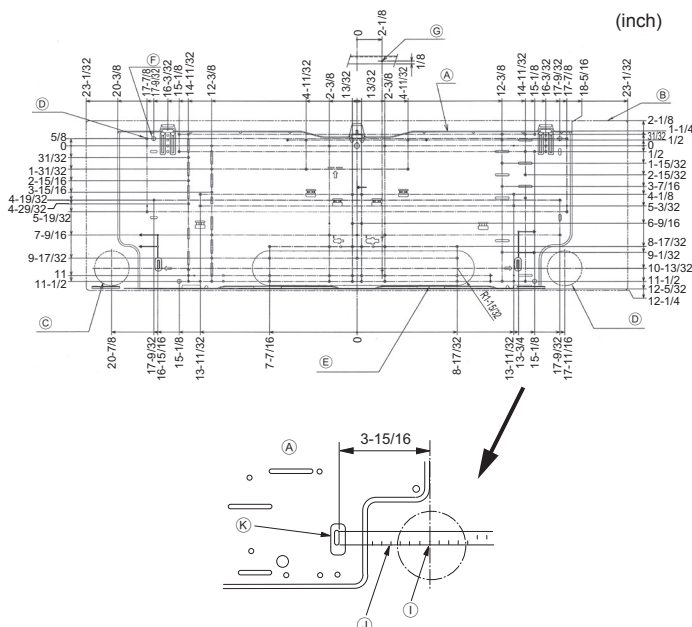
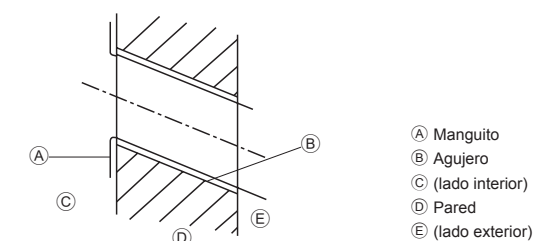

Fig. 3-2
Fig. 3-3
■ PKFY-P-NKMU-E2 (Fig. 3-2)
- (A) Placa de montaje ①
- (B) Unidad interior
- (C) Orificio para tubos en la parte posterior inferior izquierda (ø75-ø80 mm, 2-61/64~3-5/32 inch)
- (D) Orificio para tubos en la parte posterior inferior derecha (ø75-ø80 mm, 2-61/64~3-5/32 inch)
- (E) Orificio ciego para el orificio posterior izquierdo
- (F) Orificio troquelado (orificio de 4-ø9 mm, 23/64 inch)
- (G) Orificio de medición central (orificio de ø2,5 mm, 3/32 inch)
- (H) Orificio roscador (orificio de 75-ø5,1 mm, 13/64 inch)
- (I) Centro del orificio
- (J) Alinear la escala con la línea.
- (K) Introducir la escala.
3.2.2. Hacer el agujero para las tuberías (Fig. 3-3)